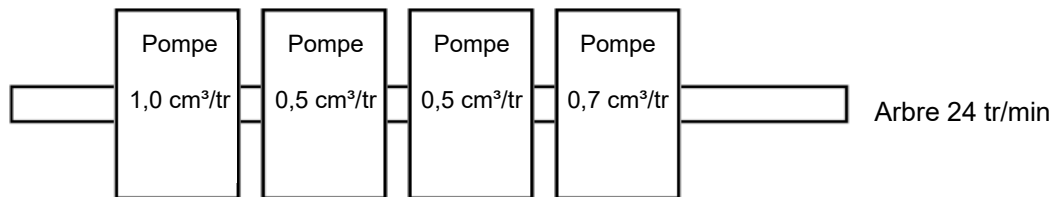

Fig. 9
- 50 % de la pompe de 1,0 cm³/tr est égal à 0,5 cm³/tr. Les deux applications centrales sont les mêmes (12 g/m²), à savoir les deux pompes centrales ont le même débit de 0,5 cm³/tr (voir Fig. 9).
- 67 % de la pompe 1,0 cm³/tr est égal à 0,67 cm³/tr. Sélectionner la pompe la plus proche parmi les pompes disponibles ; c'est la pompe de 0,7 cm³/tr. (voir « Options de pompe Vector pour Velocity » et Fig. 9). C'est le pire des scénarios de variation de 3 % par rapport à la cible.